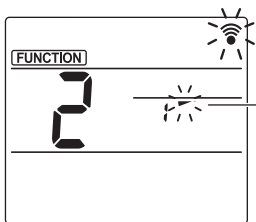

Fig. 3-3
- 3 Ajuste el ángulo del deflector (Fig. 3-3) Pulse los botones **[↓]** para seleccionar el ángulo del deflector **B**. Apunte el mando a distancia inalámbrico hacia el receptor de la unidad interior, y luego pulse el botón **[SET]**.